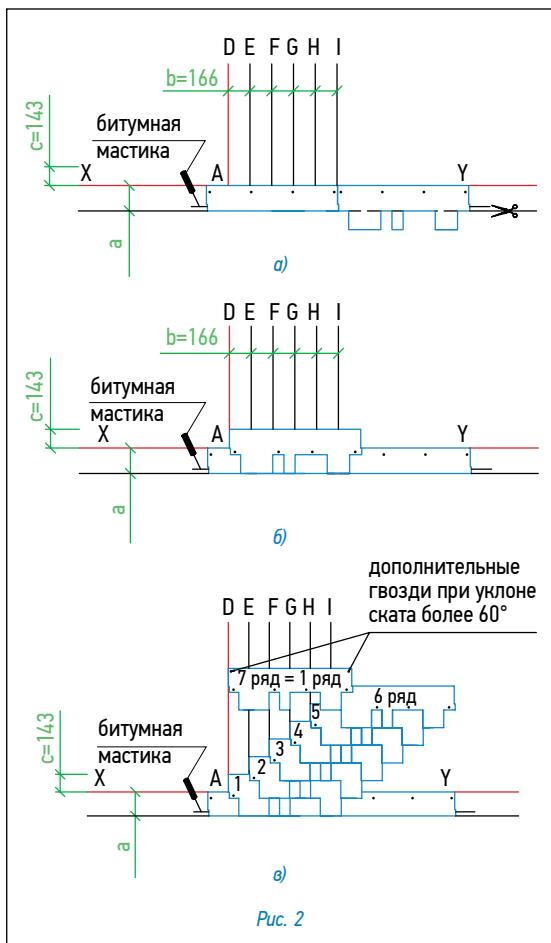

Рис. 2
### Укладка материала (рис. 2)
• Начальный ряд формируется из специальной коньково-карнизной черепицы, либо из листов черепицы с обрезанными лепестками. Элементы начального ряда укладываются по линии карниза в обе стороны от линии I (рис. 2а) и фиксируются по нижнему краю битумной мастикой, а по верхней кромке 4 гвоздями (ось гвоздей на 5 см ниже верхнего края полосы);
- далее первый ряд черепицы укладывается от линии AD (рис. 2б);
- второй ряд укладывается от линии Е (со смещением 16,6 см от AD) (рис. 2в);
Каждый лист черепицы крепится 4 гвоздями в штатных местах таким образом, чтобы гвоздь прошивал и верхний край низлежащего листа черепицы (рис. 2в).